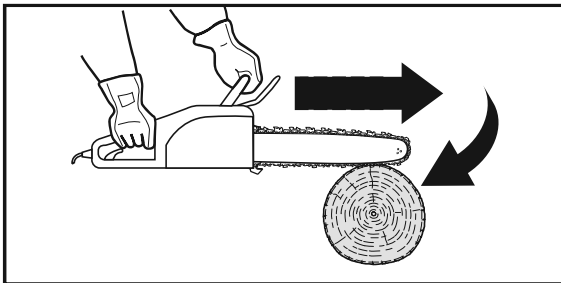

Fig. 23
1. El pinzamiento de la cadena (12) en la parte inferior de la espada (13) puede tirar del producto hacia adelante, en dirección contraria al operario (Fig. 23).